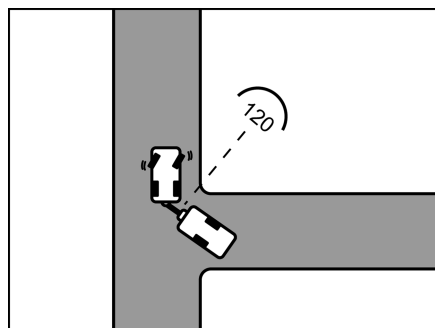

Bild 11 Anfahrt
- Sobald beide Fahrzeuge in einem Winkel von ca. 120° zueinander stehen, anhalten (Bild 11).